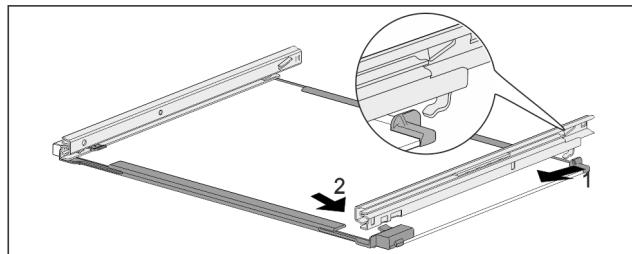

Fig. 180 Стъклена плоча с релси
- ▶ Закачете релсата отзад. Fig. 180 (1)
- ▶ Фиксирайте релсата отпред. Fig. 180 (2)